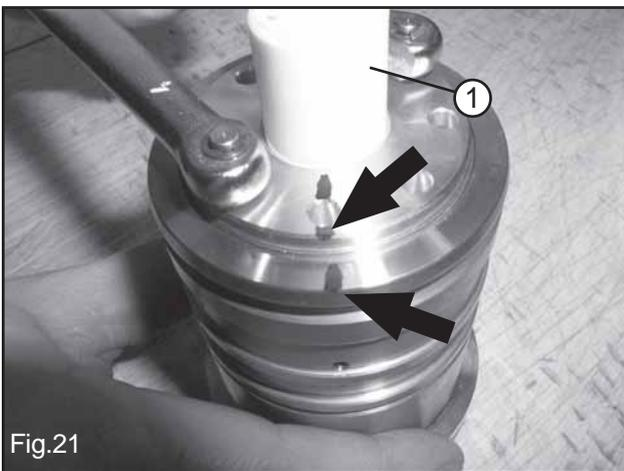

Fig.21
- Introdurre il pompante nella camicia (1, Fig.21)
- Contrassegnare la posizione di uno qualsiasi degli 8 fori del supporto guarnizioni rispetto alla camicia (Vedi frecce Fig.21).